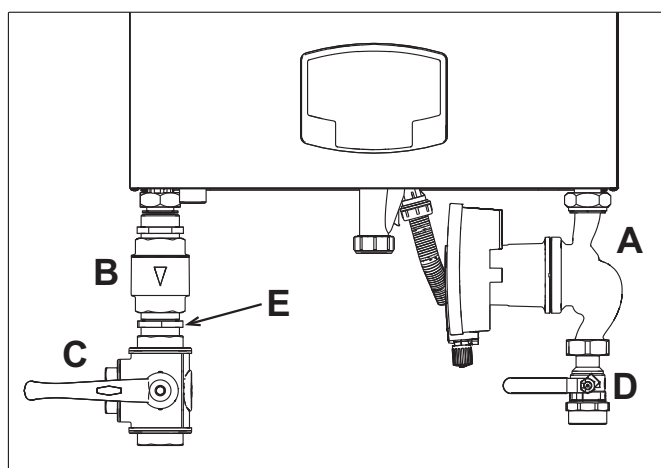

fig. 35 - Caldaia con i kit installati
**cod. 042070X0 - KIT CIRCOLATORE ad ALTA EFFICIENZA - 7m. (A - fig. 35)**
**cod. 042071X0 - KIT CIRCOLATORE ad ALTA EFFICIENZA - 10m. (A - fig. 35)**
- 1 VALVOLA DI NON RITORNO - Femmina 1"1/2 (B - fig. 35)**
- 2 RUBINETTO 3 Vie - Femmina 1"1/2 (C - fig. 35)**
- 3 RUBINETTO Maschio/Femmina 1"1/2 (D - fig. 35)**
- 4 NIPPLO DI COLLEGAMENTO 1"1/2 (E - fig. 35)**